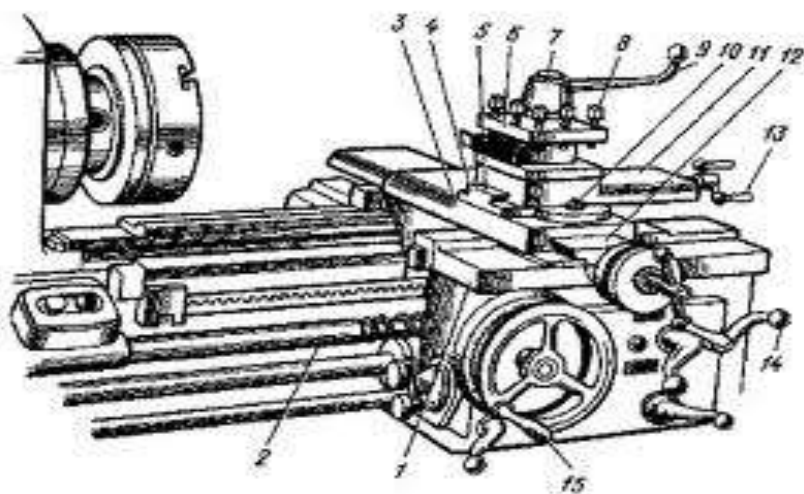

Рис.3 Устройство суппорта
4. Описать устройство суппорта (рис.3)
Опишите устройство суппорта (рис.3)